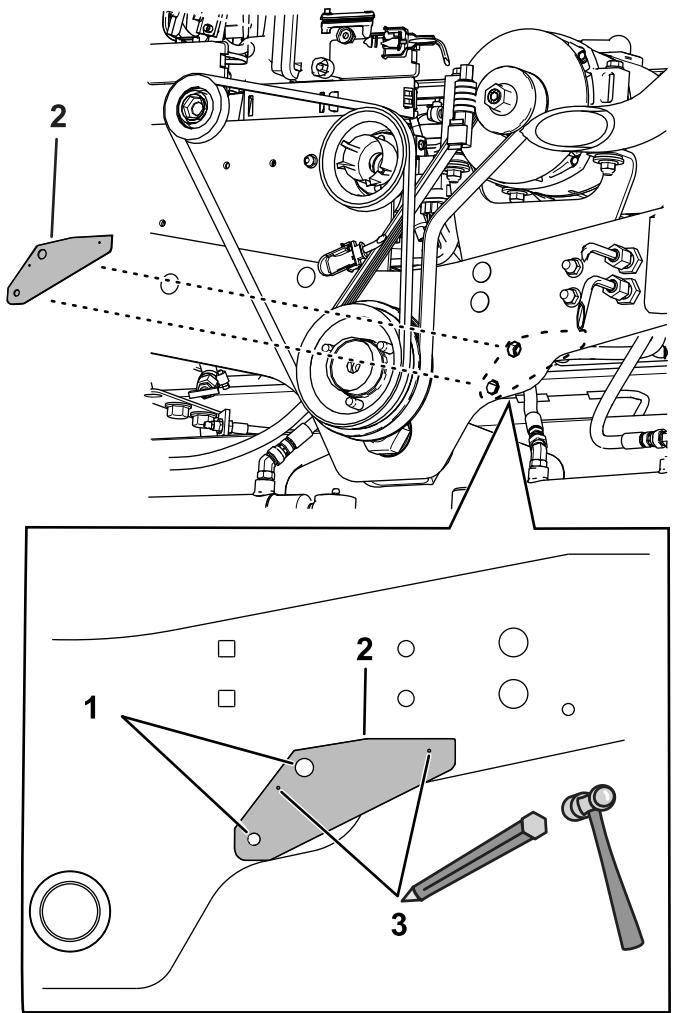

Рисунок 2
- Совместите шаблон с рамой, используя отверстия, обозначенные 1 на рис. Рисунок 2.
- Разметьте керном расположение отверстий, обозначенных 3 на Рисунок 2.